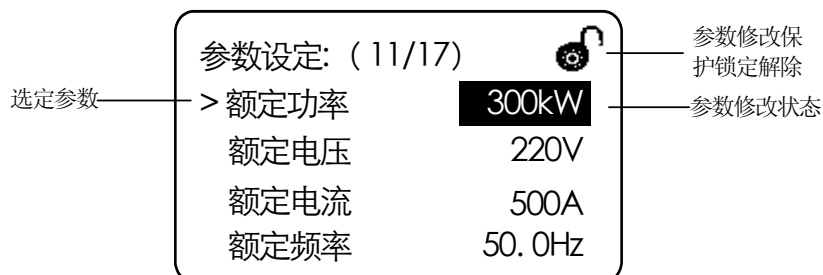

图 2-10
- 选定**额定功率**参数，按**复位键**进入修改状态，如图 2-10 所示